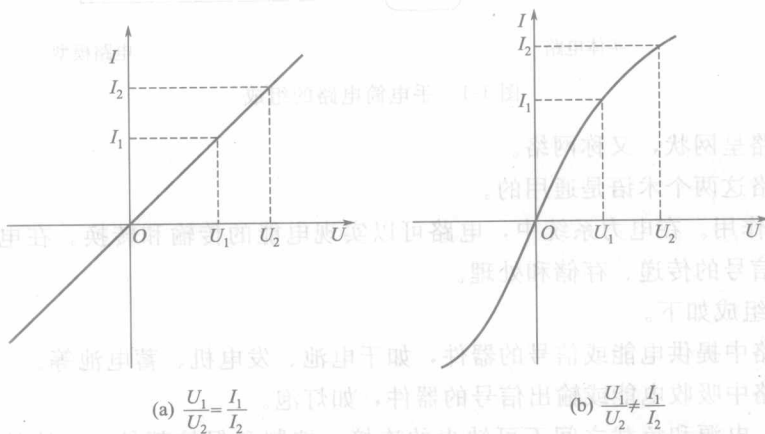

图 1-3 元件的电压-电流关系特性曲线
③ 电路元件在电路中的作用（或者说它的性质）是用其端钮的电压、电流关系即伏安关系来决定的，如图 1-3 所示。